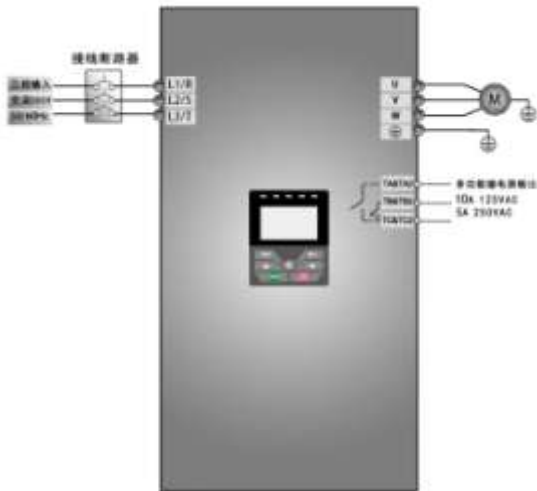

图 5-1 接线图 1
- (1) 按图 5-1 配线，检查接线正确后，合上空气开关，变频器上电；
- (2) 按“FUN”键，进入编程菜单。
- (3) 进行电机参数测量